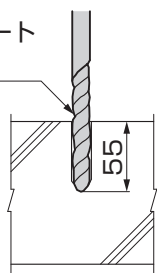

図2-1
- ①直径8.5mmのコンクリートドリルで、深さ55mmの下穴をあけてください。(図2-1参照)